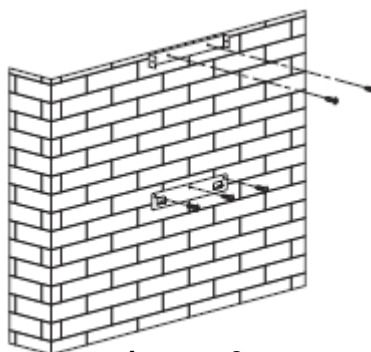

Imagen 2
3. Instale el gancho en un lugar adecuado, una vez fijada la altura de instalación, y manténgalo alineado. La posición fija del soporte interior de la chimenea es el lugar más alto de esta última. Véase la imagen 2.